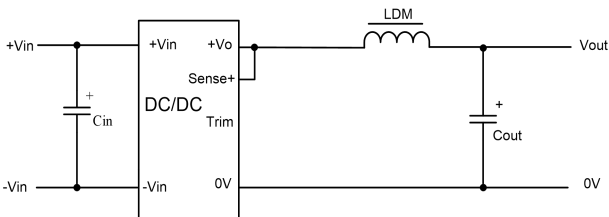

图 2
- ① Ctrl 控制引脚的电压是相对于输入引脚 GND;
- ② 纹波噪声测试时具体操作方法参见图 2 及《非隔离模块电源应用指南》;
- ③ 过温保护形式为产品输出关断;
- ④ 使用 Trim 和 Sense 时, 24VDC 输出型号需满足 $V_{in} \geq 34VDC$, 36VDC 输出型号需满足 $V_{in} \geq 48VDC$;
- ⑤ 引脚耐焊接温度非烙铁实际设定温度, 为良好焊接焊点所需的温度。客户实际设定温度需根据 PCB 厚度、覆铜大小差异, 烙铁功率、烙铁头选择不同综合设定;
- ⑥ 开关频率随输入电压和负载变化, 范围在 110 - 750kHz 之间。
(1)产品测试及应用时，请按照（图 2）推荐的测试电路进行；务必输入端外接一个电解电容 C_{in} ，用于抑制输入端可能产生的浪涌电压，输出端外接一个电感和电解电容 C_{out} ，用于输出滤波。